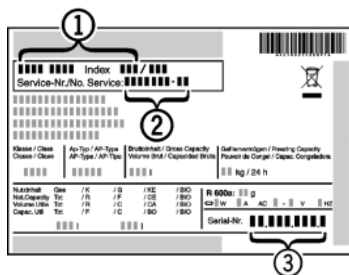

Fig. 11
- ▶ Denominación del aparato Fig. 11 (1), nº del servicio técnico Fig. 11 (2) y nº de serie Fig. 11 (3) en la placa de identificación. La placa de identificación se encuentra en la parte interior izquierda del aparato.
- ▶ Informe al servicio postventa e indique el fallo, la denominación del aparato Fig. 11 (1), el nº del servicio técnico Fig. 11 (2) y el nº de serie Fig. 11 (3).